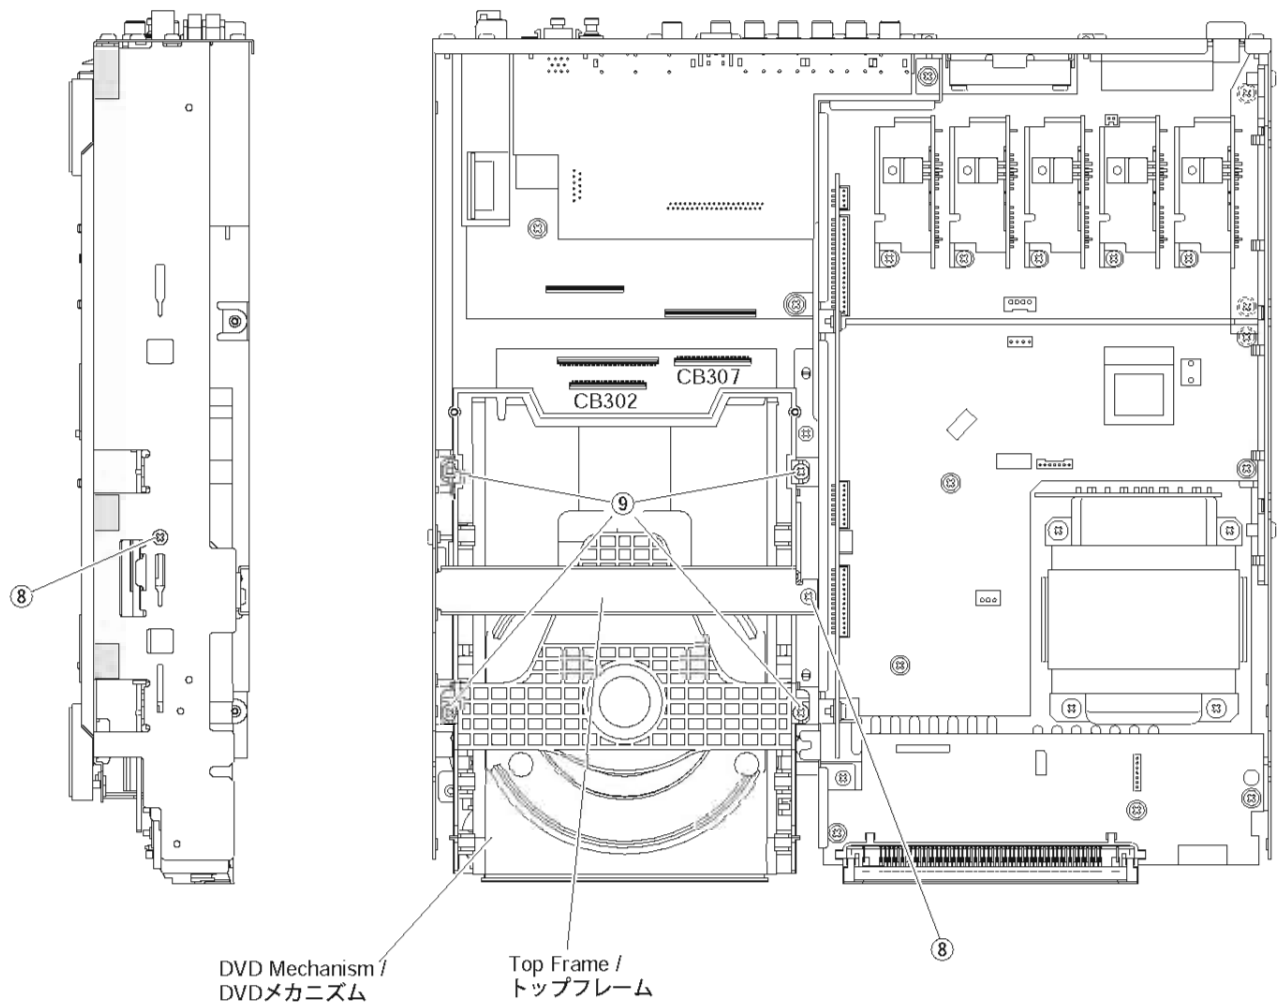

Fig. 5
- a. Remove 2 screws (⑧) and then remove the Top Frame in Fig. 5.
- b. Remove 4 screws (⑨) and then remove the DVD Mechanism in Fig. 5.
- c. Disconnect the connectors CB302 and CB307 in Fig. 5.
- a. ⑧のネジ2本を外し、トップフレームを外します。(Fig. 5)
- b. ⑨のネジ4本を外し、DVDメカニズムを外します。(Fig. 5)
- c. コネクターCB302、CB307を外します。(Fig. 5)